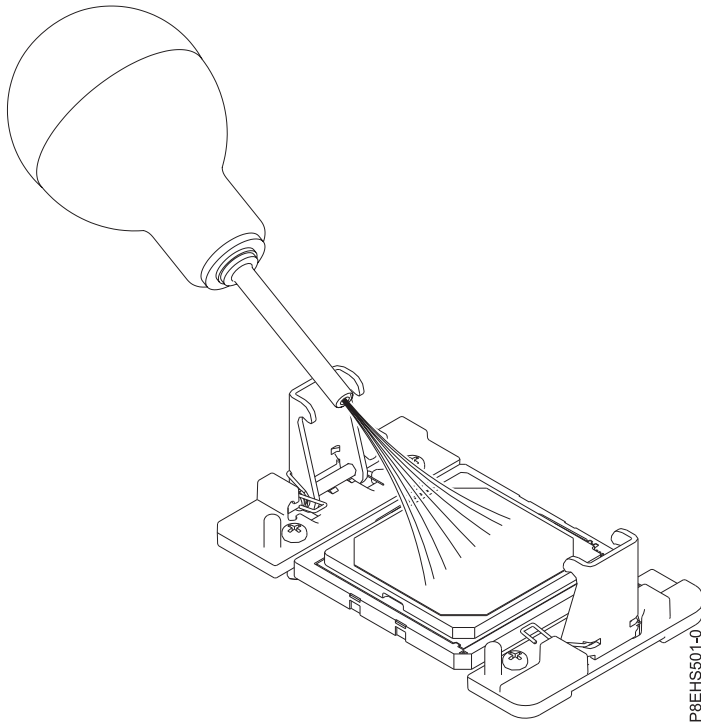

Figura 125. Extracción de los restos de polvo o suciedad del área del módulo del procesador del sistema
10. Quite el polvo y la suciedad del área del módulo del procesador del sistema. Si hay polvo o restos de suciedad, utilice la bomba de aire suministrada (número de pieza 45D2645) para limpiar el área del módulo del procesador del sistema. Sople pequeñas ráfagas de aire desde el centro a los lados del módulo del procesador del sistema, como se muestra en la Figura 125 en la página 110. Si su bomba de aire no está montada, tal como se muestra en Figura 125 en la página 110, fije la punta a la bola.